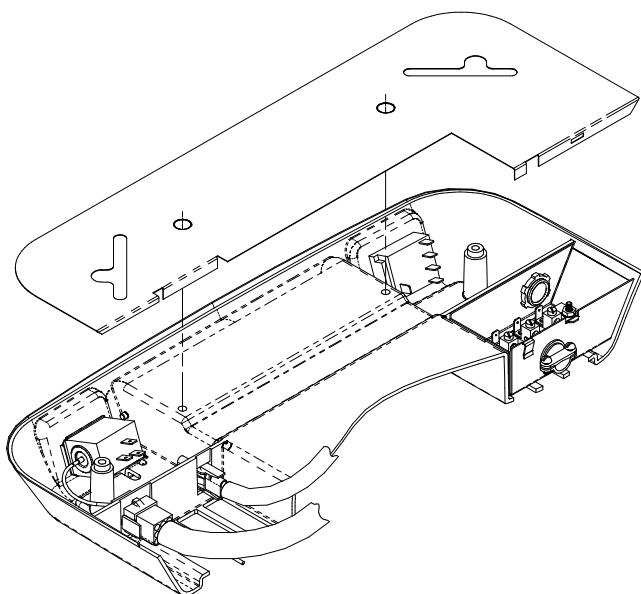

ABBILDUNG 2
3. Verbinden Sie den Dachaufbau und die Deckeneinheit (Unterteil), indem Sie das Stromkabel mit der neunfachen Buchse an der Thermostatseite verbinden (siehe Abbildung 2).
6. Platzieren Sie das Metall-Schutzgehäuse über Thermostat, Schalter und Anschlusskasten. Bringen Sie alle Drähte in den Schaltkästen unter oder führen Sie sie durch den Kabelschacht zwischen Thermostat und Schaltkästen, damit sie nicht vom Schutzgehäuse gequetscht werden. Das Schutzgehäuse ist korrekt installiert, wenn die beiden Löcher des Gehäuses in Deckung mit den beiden Gewinden im Deckeneinheitsschacht sind (siehe Abb. 2).